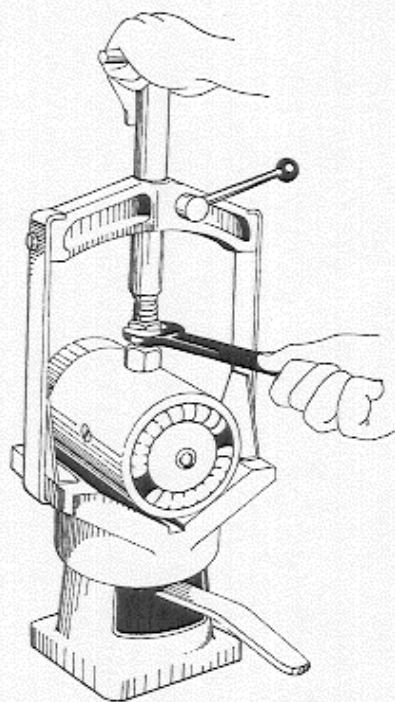

Abb. 88 Prismenstück zum Abnehmen der Feldwicklung
3. Polgehäuse in das auf Abb. 88 gezeigte Prismenstück (Bosch EFAW 9 od. entspr.) legen, Polschrauben lösen.